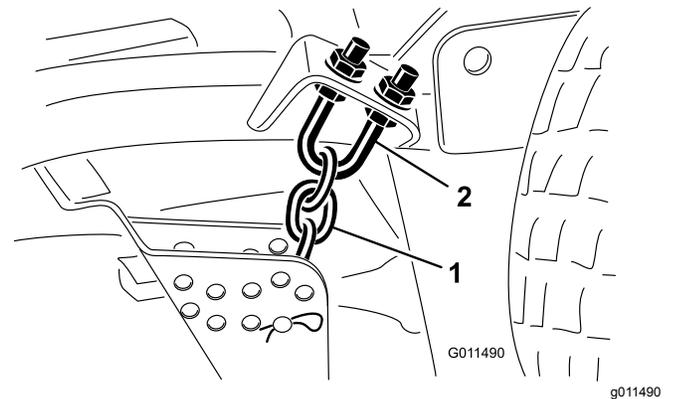

Figure 72
1. Desserrez les écrous de blocage en haut ou en bas de l'étrier fileté de la chaîne de hauteur de coupe (Figure 72).